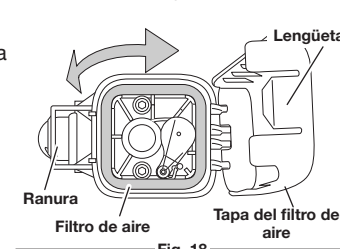

Fig. 18
1. Para abrir la tapa del filtro de aire, empuje hacia adentro la lengüeta que está en el lado izquierdo de la tapa y hale la tapa del filtro de aire ligeramente hacia afuera y para la derecha (Fig. 18).
2. Quite el filtro de aire (Fig. 18).
7. Para volver a colocar la tapa del filtro de aire, sitúe los ganchos del lado derecho de la tapa del filtro de aire en las ranuras que están en el lado derecho de la placa posterior (Fig. 18).
8. Gire la tapa hacia la izquierda y ciérrala haciendo presión de manera que la lengüeta de la tapa del filtro de aire caiga en la ranura de la placa posterior (Fig. 18).